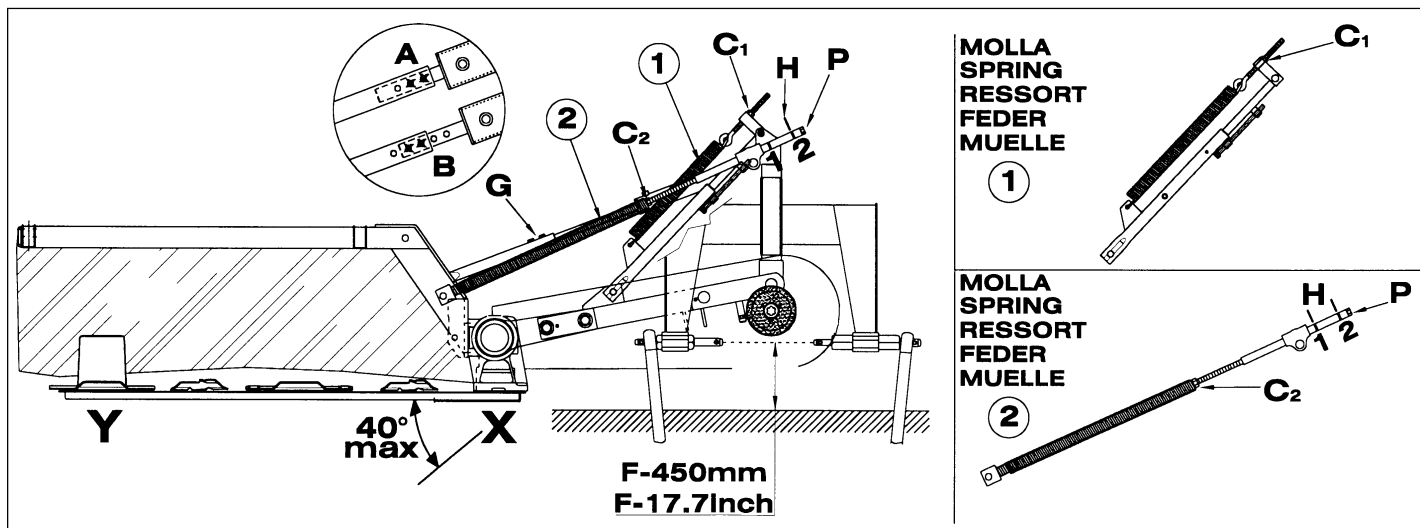

Fig. 12
Régler le ressort 1 en agissant sur le contre-écrou C1 pour alléger la barre du côté intérieur (X) ; régler le ressort 2 en dévissant le contre-écrou C2 et en agissant sur le tirant P (ne pas oublier de bloquer le contre-écrou C2 après avoir fait le réglage) pour alléger la barre du côté extérieur (Y) fig. 12.
Pour le **fauchage avec la barre inclinée** vers le bas (max. 40°) il faut opérer de la manière suivante (fig. 12) :